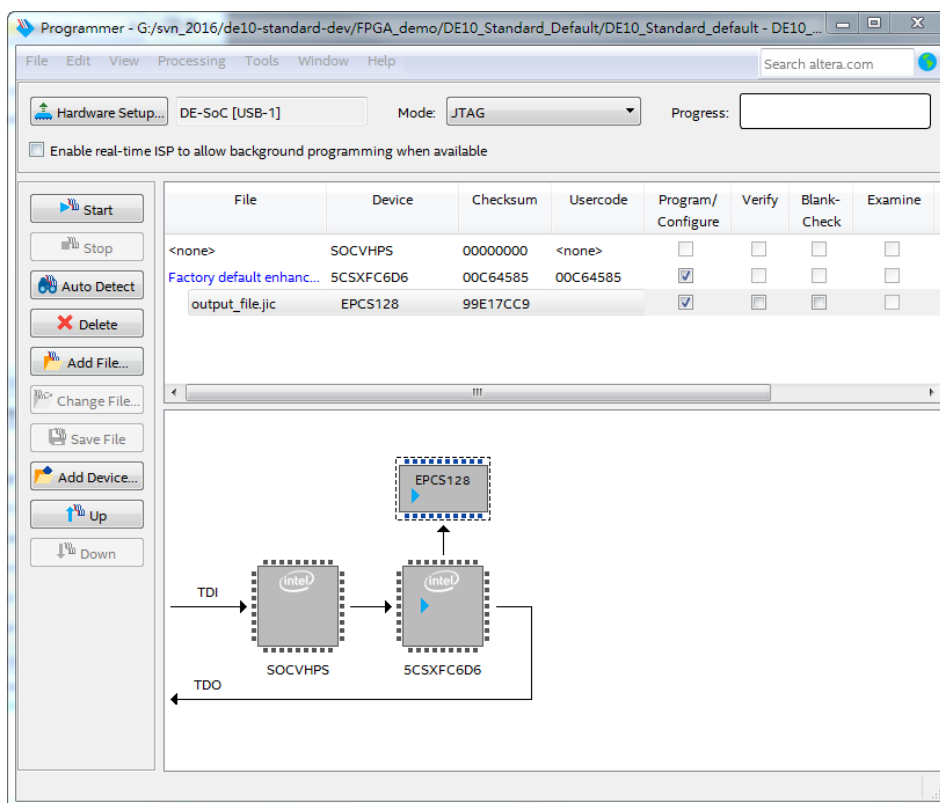

图 8-7 烧录.jic 文件的 Programmer 窗口
5、如图 8-7所示，勾选对应的**Program/Configure**复选框，FPGA Device的所在的File列会自动加载Factory default enhanced SFLImage。